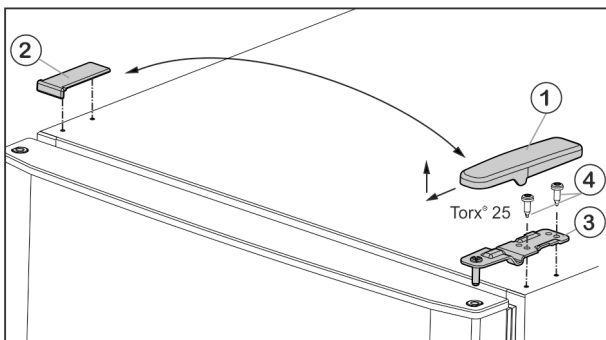
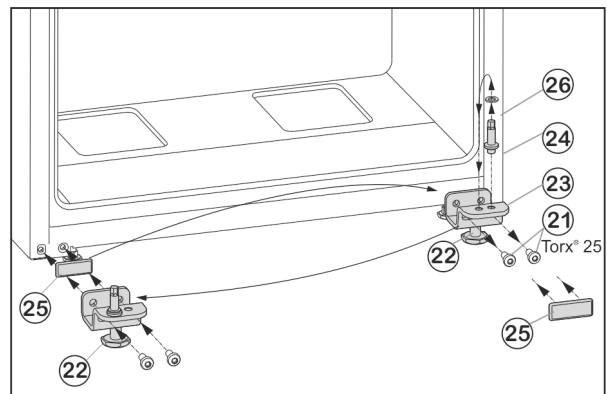

Fig. 5
Fig. 7
- ▶ Потяните крышку Fig. 5 (1) вперед и вверх.
- ▶ Снимите крышку Fig. 5 (2).
- ▶ Открутите верхний опорный кронштейн Fig. 5 (3) (2 шт. Torx® 25) Fig. 5 (4) и вытяните вверх.
- ▶ Открутите крепежные винты Fig. 7 (21).
- ▶ Снимите нижний опорный кронштейн Fig. 7 (23) вместе с опорным пальцем Fig. 7 (24), шайбой Fig. 7 (26) и регулируемой опорой Fig. 7 (22).
- ▶ Открутите опорный палец Fig. 7 (24) вместе с шайбой Fig. 7 (26) и, переставив в отверстие на противоположной стороне опорного кронштейна, снова прикрутите.
- ▶ Аккуратно снимите защитную пластину Fig. 7 (25) и переставьте ее на противоположную сторону.
- ▶ Прикрутите нижний опорный кронштейн Fig. 7 (23) вместе с опорным пальцем Fig. 7 (24), шайбой Fig. 7 (26) и регулируемой опорой Fig. 7 (22) с другой стороны шарнира (с моментом 4 Нм), при необходимости используйте аккумуляторный шуруповерт.
- ▶ Установите нижнюю дверцу сверху на опорный палец Fig. 7 (24).
- ▶ Вставьте средний опорный кронштейн (13) с поворотом на 180° в нижнюю дверцу и прикрутите с помощью крепежных винтов (11) (2 шт. Torx® 25) на новую сторону шарнира (с моментом 4 Нм).
- ▶ Снова установите пластиковую шайбу (10).
- ▶ Установите верхнюю дверцу на средний опорный кронштейн (13).
- ▶ Установите верхний опорный кронштейн Fig. 5 (3) на новой стороне шарнира и защелкните в дверце.
- ▶ Привинтите верхний опорный кронштейн (с моментом 4 Нм) (2 шт. Torx® 25) Fig. 5 (4). При необходимости используйте аккумуляторный шуруповерт.
- ▶ Наденьте и защелкните крышку Fig. 5 (1) на противоположной стороне снаружи.
- ▶ Также наденьте сверху и защелкните крышку Fig. 5 (2) на противоположной стороне.
- ▶ Выверните регулируемую опору Fig. 7 (22) на нижнем опорном кронштейне Fig. 7 (23) до ее соприкосновения с полом.